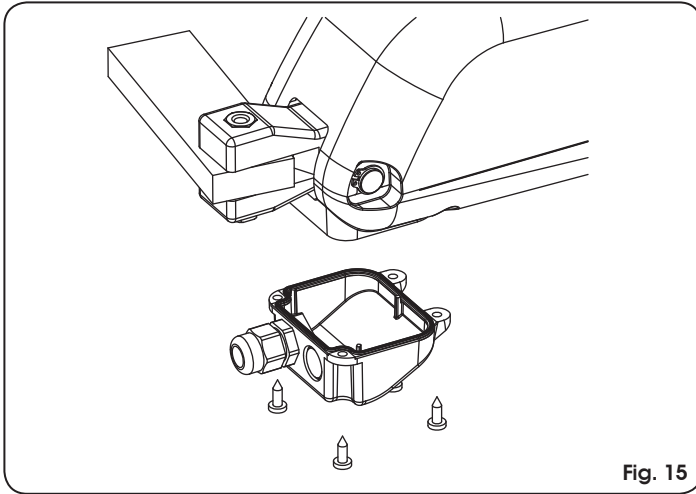

Fig. 15
4. Fechar a tampa com os quatro parafusos fornecidos, Fig. 15.